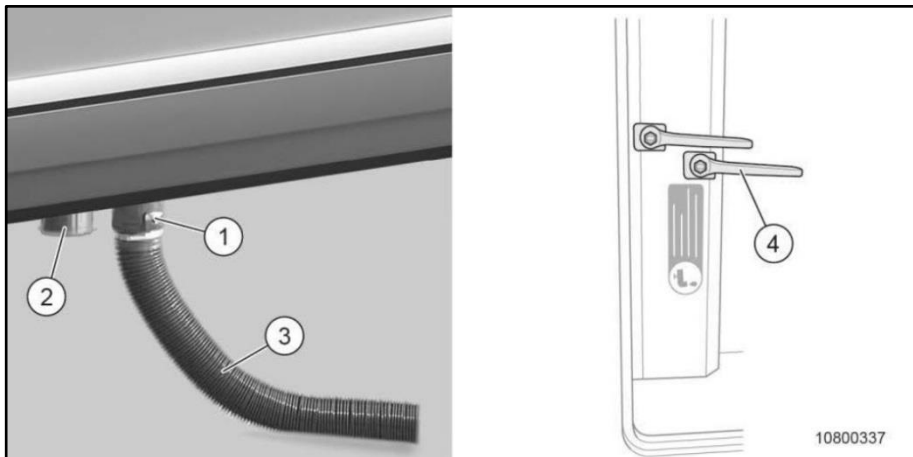

Fig. 160 Vidange du réservoir des eaux usées
1. Raccorder le tuyau de vidange (Fig. 160/3) au manchon de vidange (Fig. 160/1).
2. Ouvrir le robinet de vidange (Fig. 160/4).
3. Vidanger le réservoir des eaux usées via le manchon de vidange (Fig. 160/1).
4. Fermer le robinet de vidange (Fig. 160/4).